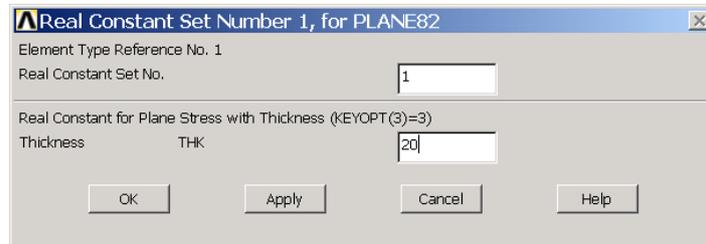

图1.27 【Real Constant Set Number 1,for Plane82】对话框
(2) 单击【Real Constants】对话框中的【Add】按钮，进入下一个【Choose Element Type】对话框，选择【Plane82】单元，然后单击【OK】。
(3) 接着弹出【Real Constant Set Number 1,for Plane82】对话框，如图 1.27 所示。